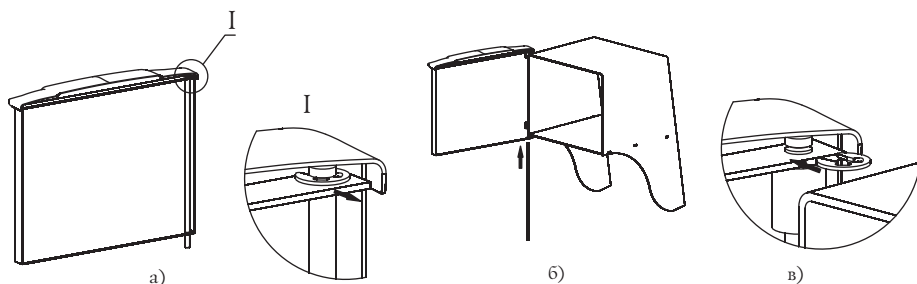

Рисунок 10. Установка дверцы при монтаже печи «Тунгуска»
1. Извлеките ось из дверцы, предварительно сняв упорную быстросъемную шайбу, рисунок 10.а;
3. Вставьте ось через отверстия снизу вверх, с расположением канавки под шайбу в верхней части оси, рисунок 10.б;